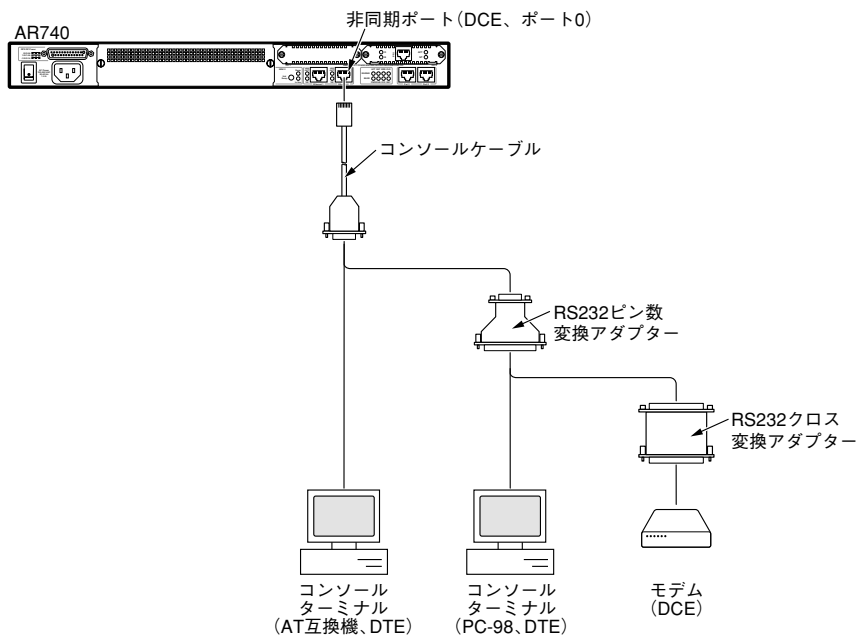

図 2.7.1：コンソールターミナルまたはモデムとの接続
1. 図 2.7.1 をご覧になり、非同期ポート (**ポート 0**) に接続する機器に合わせて、付属のコンソールケーブル、ピン数変換アダプター、クロス変換アダプターを選択して連結し、各コネクターの固定ネジを締めてください。